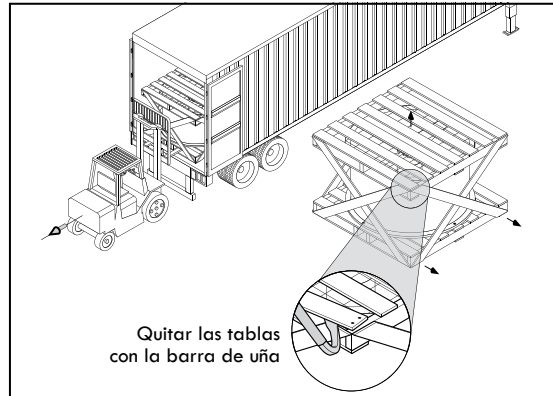

Figura AP-3: Levantando el ducto con un montacargas
- C. Una vez que la tarima con el ducto a quedado al borde del contenedor, proceda a levantarla con un montacargas y colocarlo en el suelo (ver Figura AP-3).